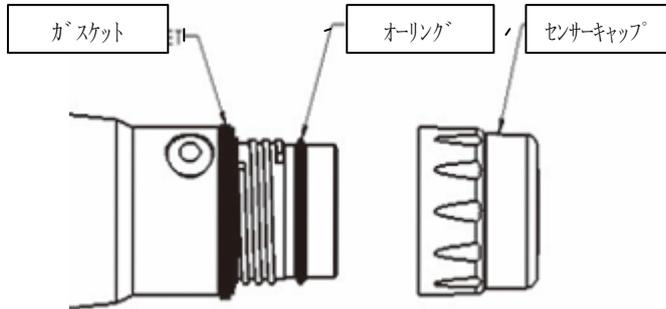

図8
下記図8は、キャップ交換をすすめるときにご参照ください。
4. 時計回りの動作を使って、新しいセンサーキャップをプローブアセンブリーにかぶせ手できつく締まるまで装着します。(上図8ご参照) センサーキャップとプローブの間にオーリングを押し込んでください。